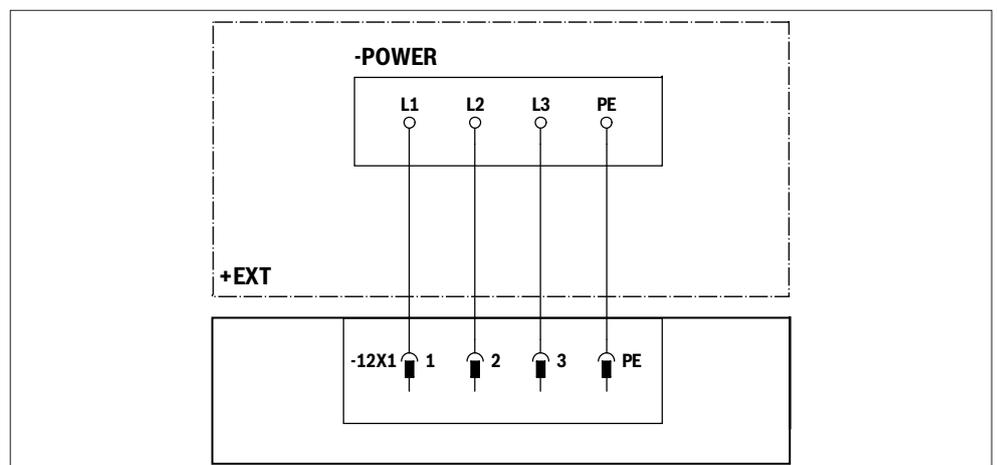

Abb. 16: Belegung Anschluss 12X1: Einspeisung/Spannungsversorgung
- ▶ Belegen Sie die Leitungsdose zur Spannungsversorgung, wie in Abb. 16 dargestellt.